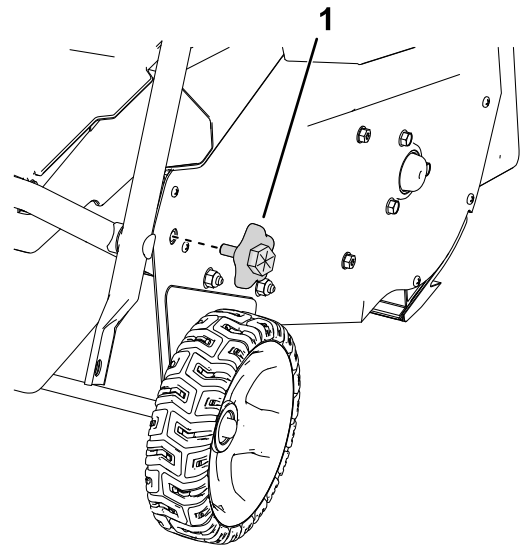

Bild 4
4. Entfernen Sie die unteren Griffknöpfe an beiden Seiten der Maschine (Bild 4).